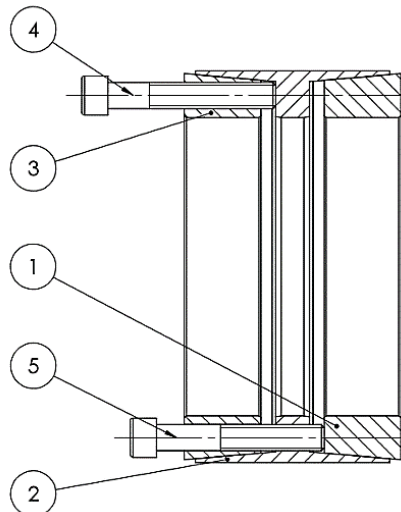

Fig. 1 - Posição de trabalho dos parafusos extratores
3. Considerando as suas características construtivas e pelo fato de ser um anel autocentrante, é necessário remover alguns parafusos do ponto de fixação e inseri-los equidistantes nas roscas de extração (pelo menos 3 pos. 4 – Fig. 1 e 3 pos. 5 – Fig. 1), de forma que tenhamos o igual número de parafusos na rosca de extração da lateral frontal e do anel externo. Os parafusos devem ser roscados até que sejam encostados nas superfícies de apoio. Este procedimento tem por objetivo fazer com que o conjunto seja inserido por igual no alojamento, evitando-se a movimentação axial das laterais frontais e traseiras (Fig. 1), o que resultaria na deformação e travamento do anel;